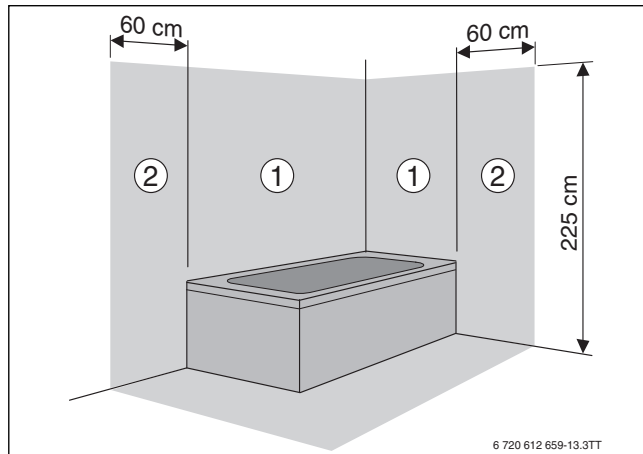

Рис. 15
- В зонах безопасности 1 и 2 (→ рис. 15):